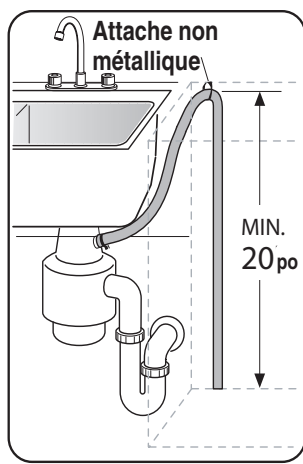

Figure 25
- 2 Directement sur la connexion de vidange lave-vaisselle d'un broyeur, **figure 25.**